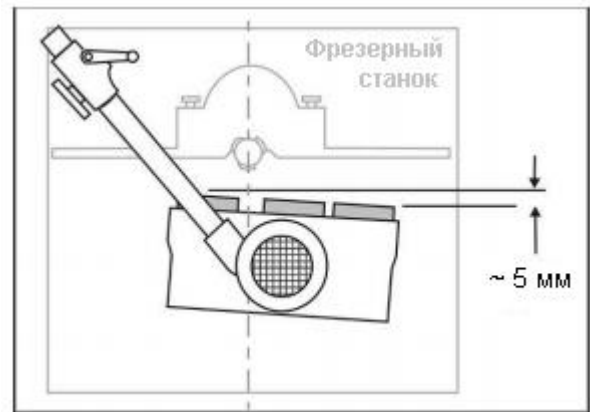

Рисунок 17
2. Чтобы убедиться, что заготовка плотно прижата к упору, установите устройство автоподачи под небольшим углом к упору в направлении подачи. Иначе говоря, выходной ролик должен быть примерно на 5 мм ближе к упору, чем входной ролик (см. рисунок 17).